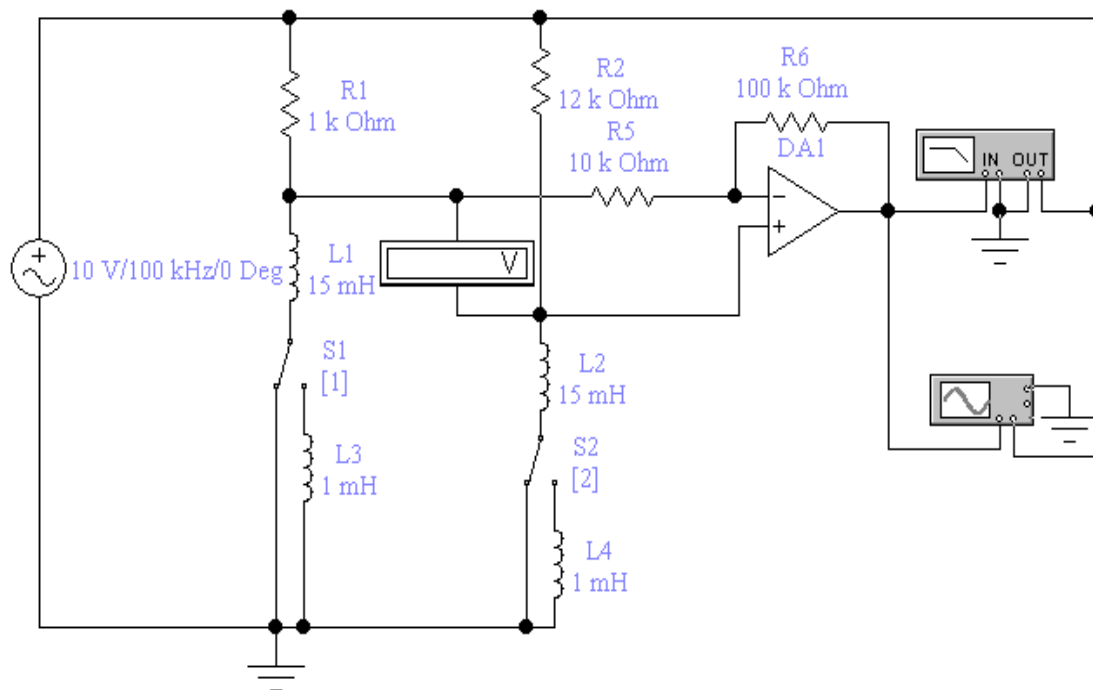

Рисунок 4.1 - Схема для проведення експерименту
1. Зібрати схему, показану на рис. 4.1 в програмному середовищі Electronics Workbench, Every Circuit (<https://everycircuit.com/app/>), Falstad (<https://www.falstad.com/circuit/circuitjs.html>), або іншому середовищі для побудови електричних схем. Схема містить міст з індуктивними сенсорами, що живиться напругою E . Для зміни індуктивностей $L1$, $L2$ введені додаткові індуктивності $L3, L4$ що визначають ΔL . Вони підключаються перемикачами $S1$ та $S2$ (клавішами 1 і 2). Для вимірювання напруги неузгодженості на виході моста застосовано вольтметр. Посилену напругу та напругу E можна спостерігати за